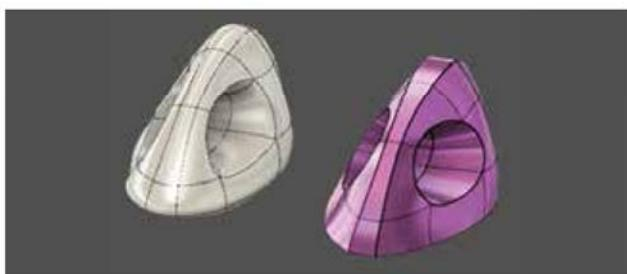

图 2-112
(10) **锐化**: 在面之间创建一条锐边（见图 2-112）。选择要锐化的边。